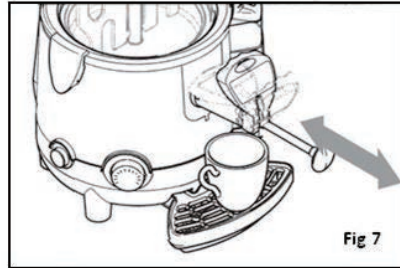

Fig 7
- Wenn das Getränk besonders dickflüssig ist, den Stab am Hahn so weit wie möglich herausziehen (Abb. 7).
- Verstopfungen im Spenderrohr können durch wiederholtes Hineinschieben und Herausziehen des Hahnstabs beseitigt werden (Abb. 7).